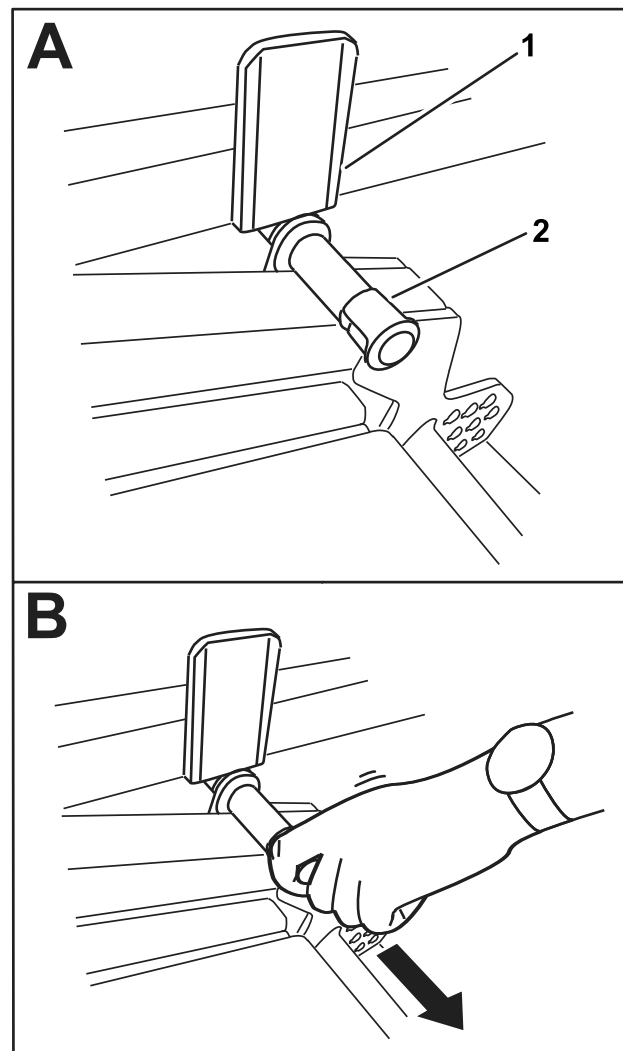

図 38
2. ピンが昇降アームプレートに当たるまでカッティングユニットをゆっくりと降ろす A 図 38。
3. 足でカッティングユニットを下げ、ピンB 図 38を引き抜くと、カッティングユニットは移動走行位となる。